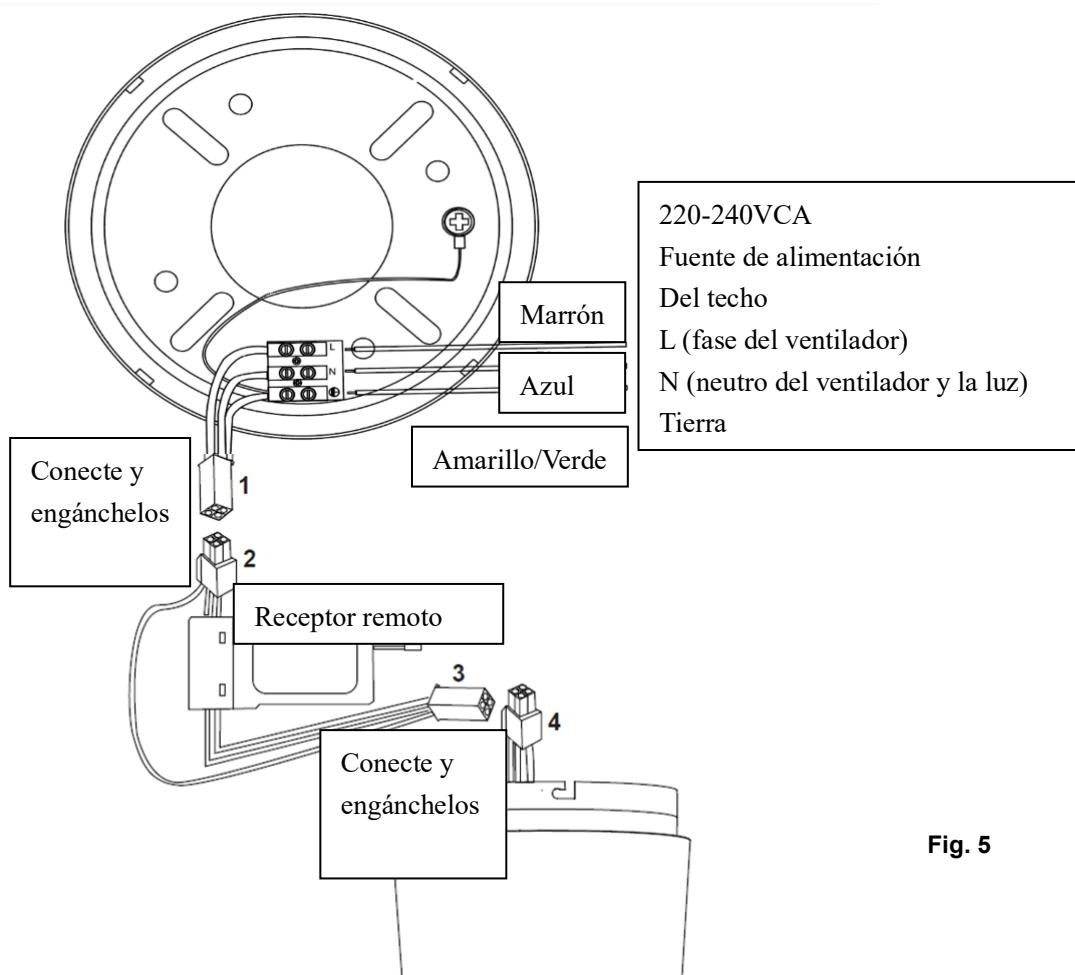

Fig. 5
DIAGRAMA DE CABLEADO DE LOS MODELOS CON MANDO A DISTANCIA (Fig. 5):
- Haga las conexiones «L», «N» y Tierra con la regleta de conexiones del soporte de techo como muestra el diagrama de la Fig. 5 siguiente.
- Conecte los conectores rápidos del soporte de techo (1) y del receptor de la señal remota (2) y asegúrese de que queden bien unidos.
- Conecte los conectores rápidos del receptor de la señal remota (3) y los conectores del ventilador (4) y asegúrese de que queden bien unidos.